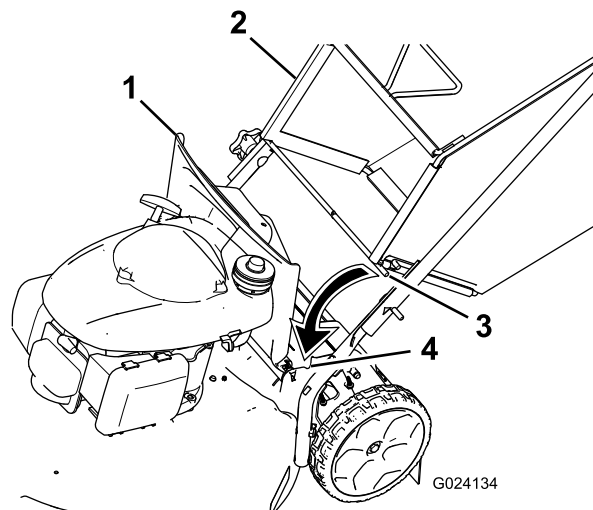

Figure 13
1. Soulevez le déflecteur arrière (Figure 13).
2. Insérez les extrémités de la tige du bac à herbe dans les crans des supports du guidon (Figure 13).